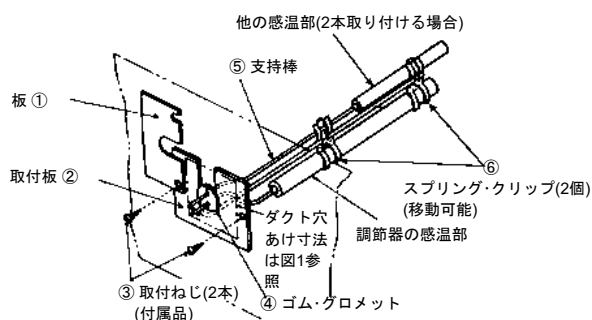

図2 取付図
調節器の感温部は、『図2』に示す「② 取付板」から直角に出ている「⑤ 支持棒」上にある「⑥ スプリング・クリップ」に、挟んで保持します。